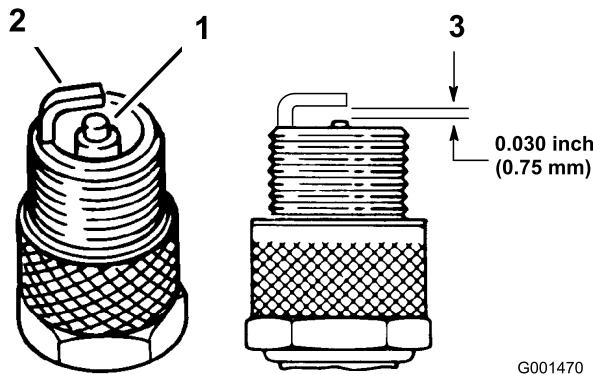

Figure 36
- Vérifiez l'état des électrodes latérale et centrale, ainsi que l'isolateur central (Figure 36).
- Réglez l'écartement entre les électrodes centrale et latérale à 0,762 mm (Figure 36). La bougie installée doit avoir l'écartement correct et être serrée à 20 Nm.